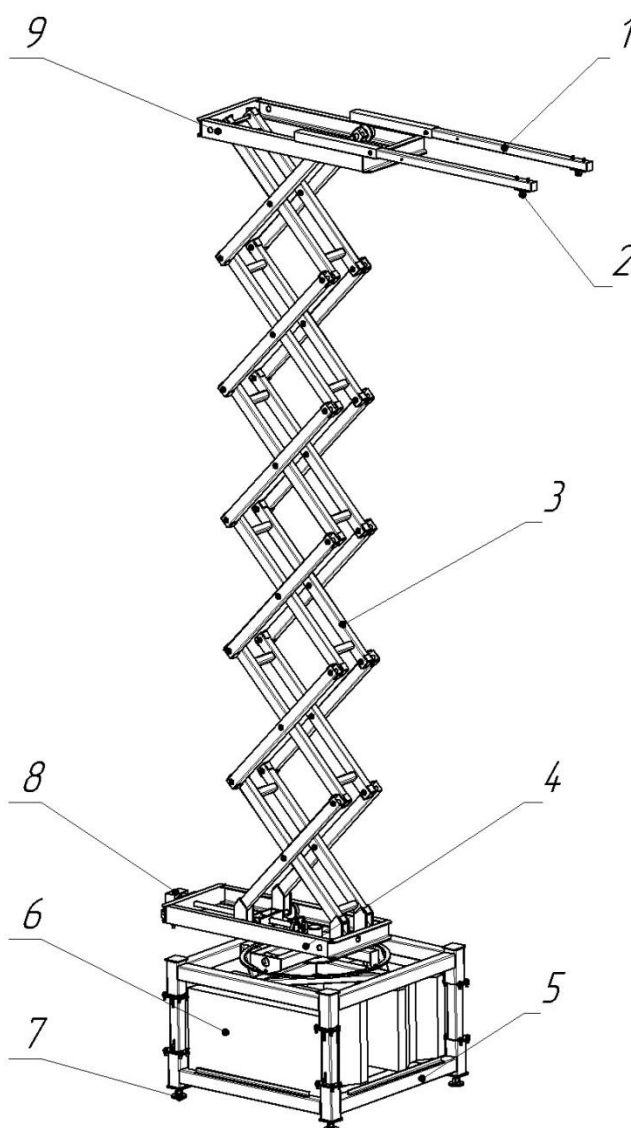
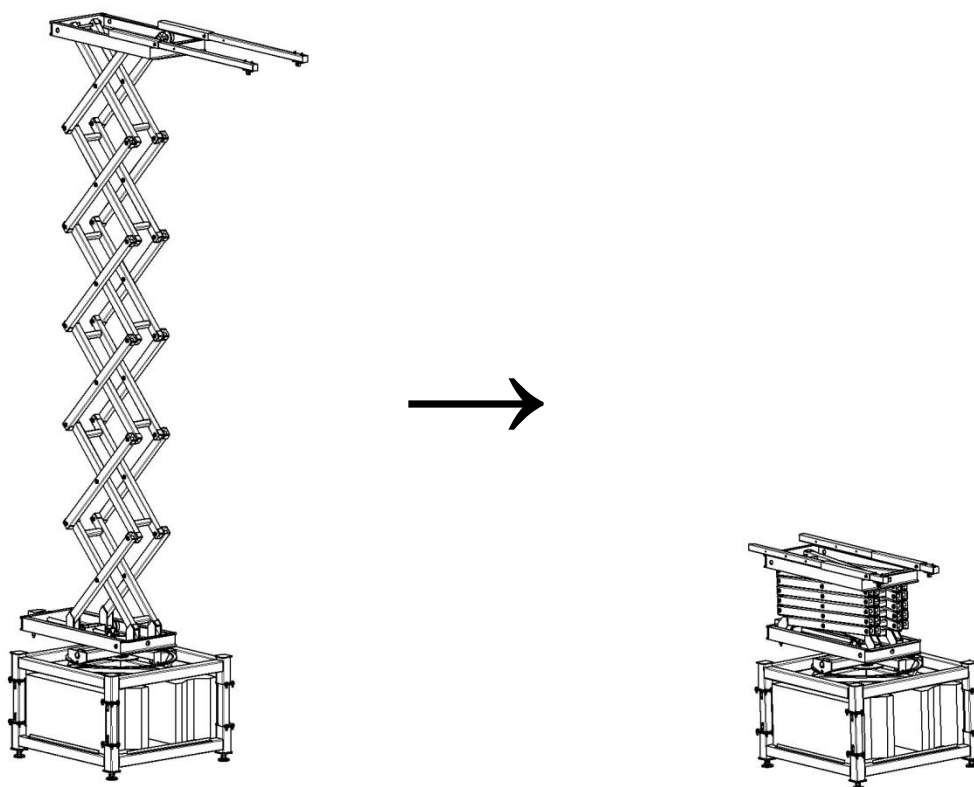
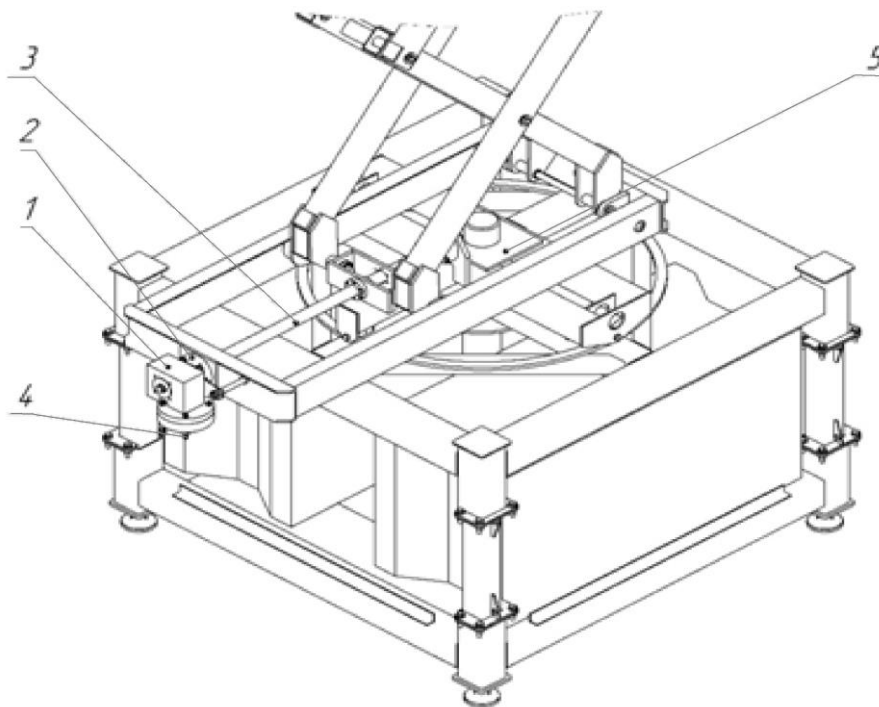

Рис. 2. ВМ МАКсэйф\_039 Лифт:
Рис. 3. Перевод мачты в транспортировочный вид
Рис. 4. Общий вид механизма подъёма:
Основание (рис. 2, поз. 5) представляет собой сборную сварную конструкцию, состоящую из нижней рамы, верхней рамы и угловых стоек. Основание служит опорным и несущим элементом всей конструкции. Опоры (рис. 2, поз. 7) служат для выравнивания основания на плоскости.
В опору устанавливается опорно-поворотное устройство (рис. 2, поз. 4), которое является элементом крепления Г-образной мачты и позволяет ей вращаться на 360 градусов.
Колонна (рис. 2, поз. 3) представляет собой сборную сварную конструкцию ножничного типа, построенную на базе профильных труб квадратного сечения. Она служит несущим элементом для остальных сборочных единиц. Такая конструкция колонны обеспечивает удобство при транспортировке и хранении системы за счет своей компактности (рис. 3), а также позволяет в короткие сроки выполнить эвакуацию пользователя в случае его срыва с высоты.
В верхней части колонны расположено основание (рис. 2, поз. 9), которое является элементом крепления двух стрел и позволяет регулировать их вылет.
Стрела (рис. 2, поз. 1) выполнена в виде профильной трубы квадратного сечения и предназначена для крепления на ней анкерного устройства (рис. 2, поз. 2). Стрела деформируется в случае падения, чтобы поглотить энергию и уменьшить возникающие при этом силы.
На основание вспомогательной металлоконструкции устанавливаются блоки ФБС (рис. 2, поз. 6) для поддержания устойчивости конструкции и соответствия
Также на системе установлен редуктор (рис. 2, поз. 8), с помощью которого осуществляется подъём мачты. В качестве привода «подъёма» используется ручной «шуруповёрт» или «дрель». Также может использоваться «ручная» тяга. В случае исполнения с гидравлическим приводом используется гидроцилиндр и ручной насос. Положение редуктора (рис. 4, поз. 1) может меняться в пространстве для обеспечения удобства доступа и особенностей расположения системы при монтаже.
4. Поднимать систему с помощью грузоподъемного оборудования разрешено только в транспортировочном виде (рис. 3), или по отдельности мачту и основание. Необходимо соблюдать все меры предосторожности при подъеме оборудования краном, для обеспечения безопасности персонала, находящегося на площадке.
9. В процессе подъема/опускания не допускать чрезмерного «усилия» на редукторе подъема (рис. 4, поз.1).
2. Выставить раму при помощи строительного уровня. Регулируемые опоры (рис. 2, поз. 7) в основании позволяют компенсировать уклон поверхности в пределах 5 градусов. Регулировка осуществляется путем поворота опоры от руки или при помощи ключа.